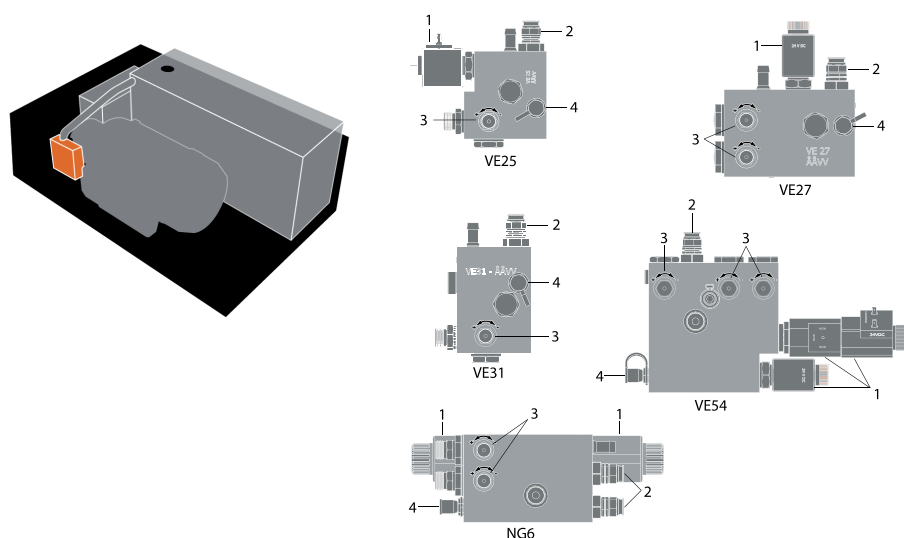

Bild 25 Ventilkpaketet är monterat på hydraulaggregatet. Olika typer av ventilkpaket förekommer beroende på produkt och dess konfiguration
1. Olika typer av ventilkpaket förekommer beroende på produkt och dess konfiguration. Identifiera vilken typ av hydraulpaket som din produkt är utrustad med, se bild 25.
2. Anslut passande manometer till uttaget, se pos. 4 bild 25. Uttaget är försett med ett skyddande lock som måste tas av innan anslutning.